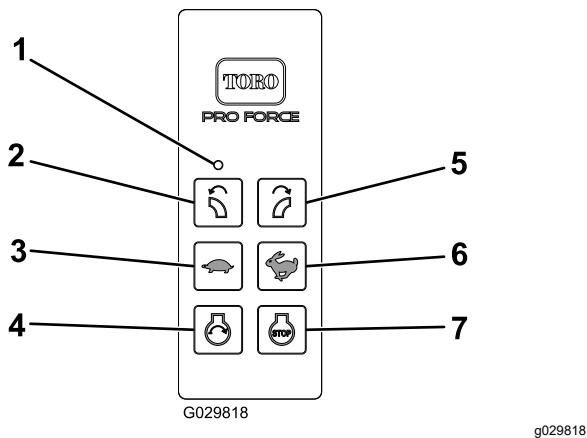

Figure 15
3. Le démarrage du moteur n'est possible qu'en appuyant sur le bouton de démarrage quand l'état d'activation de démarrage du moteur est actif. L'état d'activation de démarrage du moteur n'est actif qu'après l'exécution de la séquence d'activation de démarrage suivante (Figure 15) :